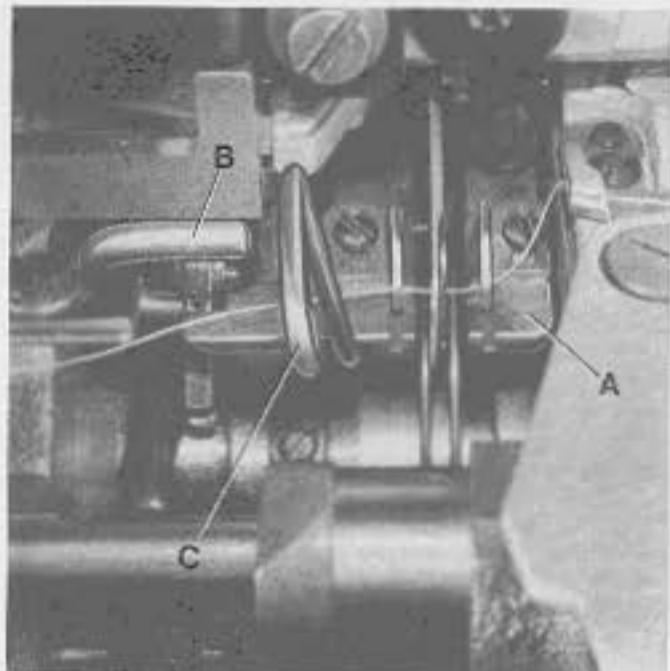
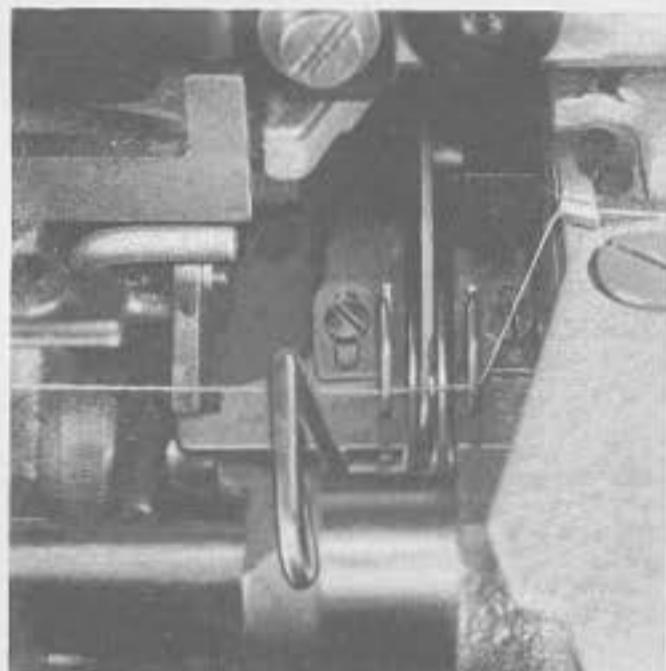

Fig.7
Fig.8
For easier threading of the looper thread, the cast-off plate (A, Fig. 7) will flip-up when pressing lever (B). After threading push the cast-off (A, Fig. 7) at lever (C) back to its home position (see Fig. 8).
For cleaning, the cast-off plate (A, Fig. 7) can be removed completely. Rotate pulley until the flat side of take-up points up. Flip-up cast-off plate by pressing lever (B) and turn out thumb screw (R, Fig. 9). Make sure that the cast-off plate is positioned above the flip-up spring when re-assembling.
Zum besseren Einfädeln des Greiferfadens kann die Faden-abzugsplatte (A, Fig. 7) durch Drücken des Hebels (B) nach oben ausgeschwenkt werden. Nach dem Einfädeln wird die Fadenabzugsplatte (A, Fig. 7) am Hebel (C) wieder in ihre Ausgangsstellung zurückgedrückt (siehe Fig. 8).
Zum Reinigen kann die Fadenabzugsplatte (A, Fig. 7) ganz herausgenommen werden. Drehen Sie am Handrad bis die flache Seite des Fadenaufnehmers oben ist. Schwenken Sie durch Drücken des Hebels (B) die Platte nach oben und drehen Sie die Rändelschraube (R, Fig. 9) heraus. Setzen Sie die Faden-abzugsplatte wieder so ein daß sie oberhalb der zum Hochdrücken dienenden Feder liegt.